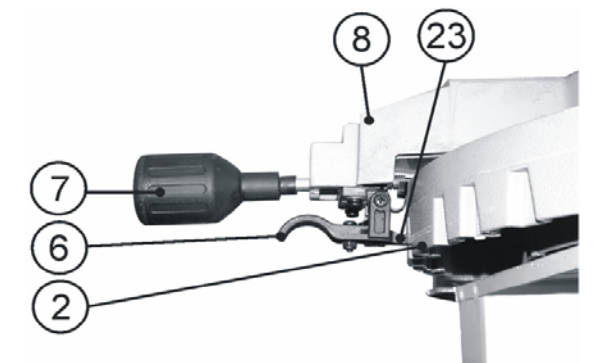

Рис. 3
11.2.3. Поворотный стол (5) возможно установить в фиксированные положения на углы 0°, 15°, 22,5°, 31,6°, 45° в обе стороны, для чего необходимо перевести рычаг фиксации (6) в верхнее положение и, подведя к выбранному значению, отпустить рычаг фиксации (6) так, чтобы клин рычага (23) вошёл в паз станины (2), Рис.3.
11.2.4. Для установки поворотного стола на значения, отличающиеся от фиксированных положений с углами поворота от 0° до 45° в обе стороны относительно линии пиления, необходимо после установки на выбранное значение угла зафиксировать положение винтом фиксации поворотного стола (7), Рис.3.